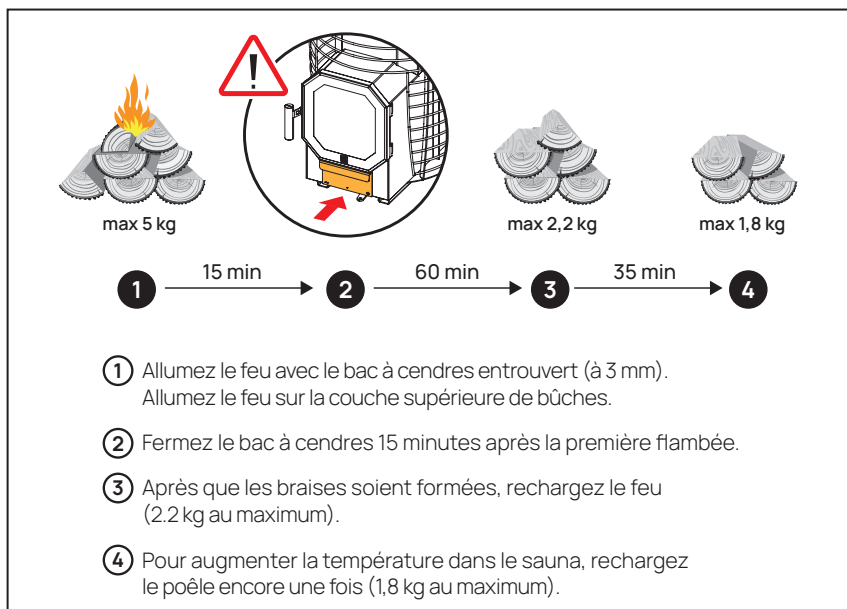
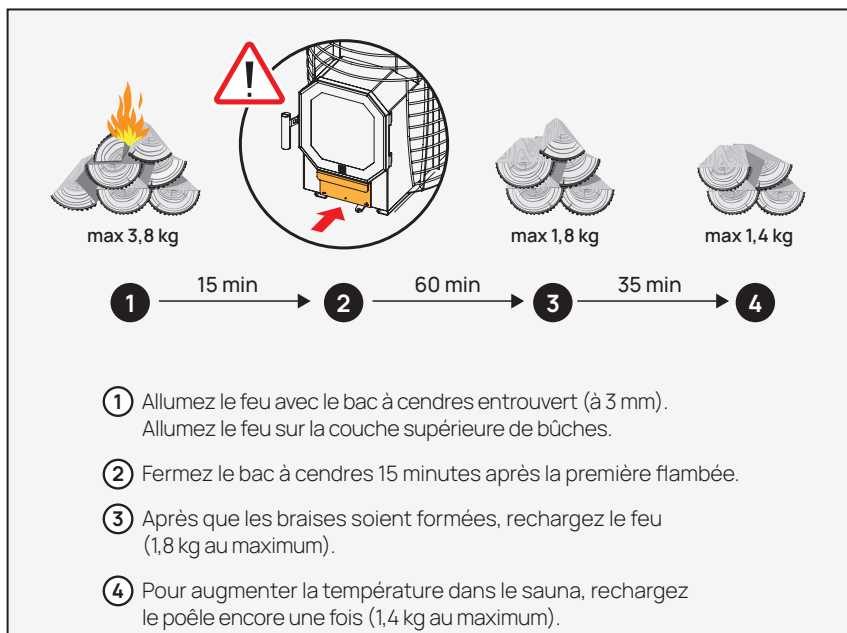

Figure 16. Comment allumer et recharger le poêle HIVE Flow.
Figure 17. Comment allumer et recharger le poêle HIVE Flow Mini.
- Ne mettez pas trop de bois dans le foyer, veuillez respecter les quantités désignées sur **la Figure 16** et **la Figure 17**.
- Les quantités maximales de bois pour chaque rechargement sont indiquées sur les **figures 16 et 17**.